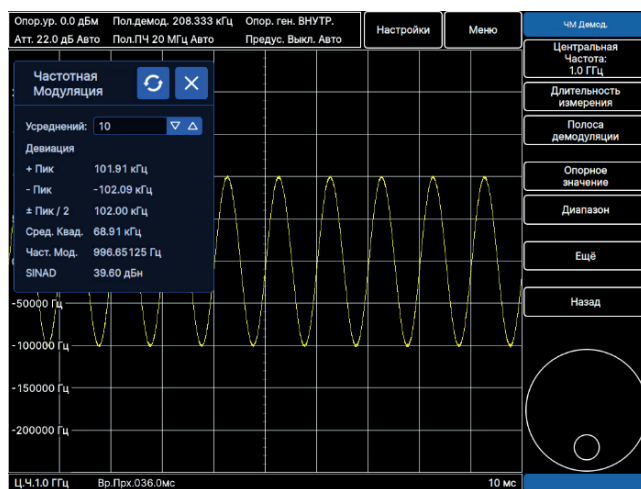

Рис. 35. Основное меню измерения ЧМ сигналов
**ЧМ / FM** – анализ сигналов с частотной модуляцией, при использовании данной функции на экране отображается демодулированный сигнал во временной области, а также дополнительное окно с метрикой основных параметров модулированного сигнала, в окне доступно изменение количества усреднений в строке **Усреднений:**, а также перезапуск измерений (пиктограмма с круговыми стрелками в верхней части) и закрытие окна  (Рис. 35);